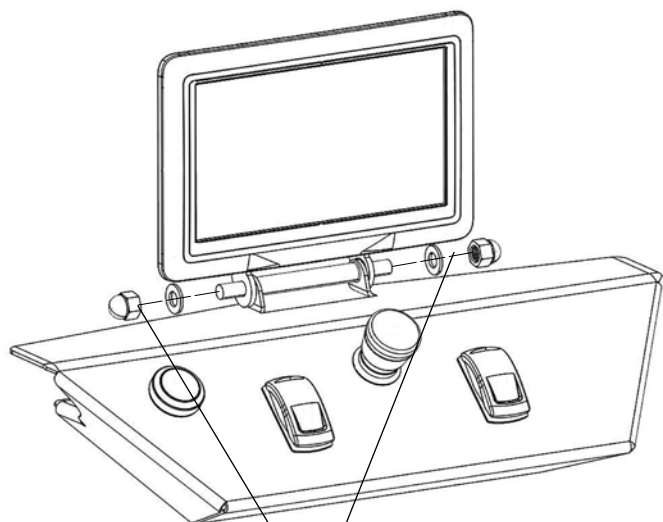

Fig: 1
1. Lossa och ta bort skruvarna och brickorna, se *fig: 1*